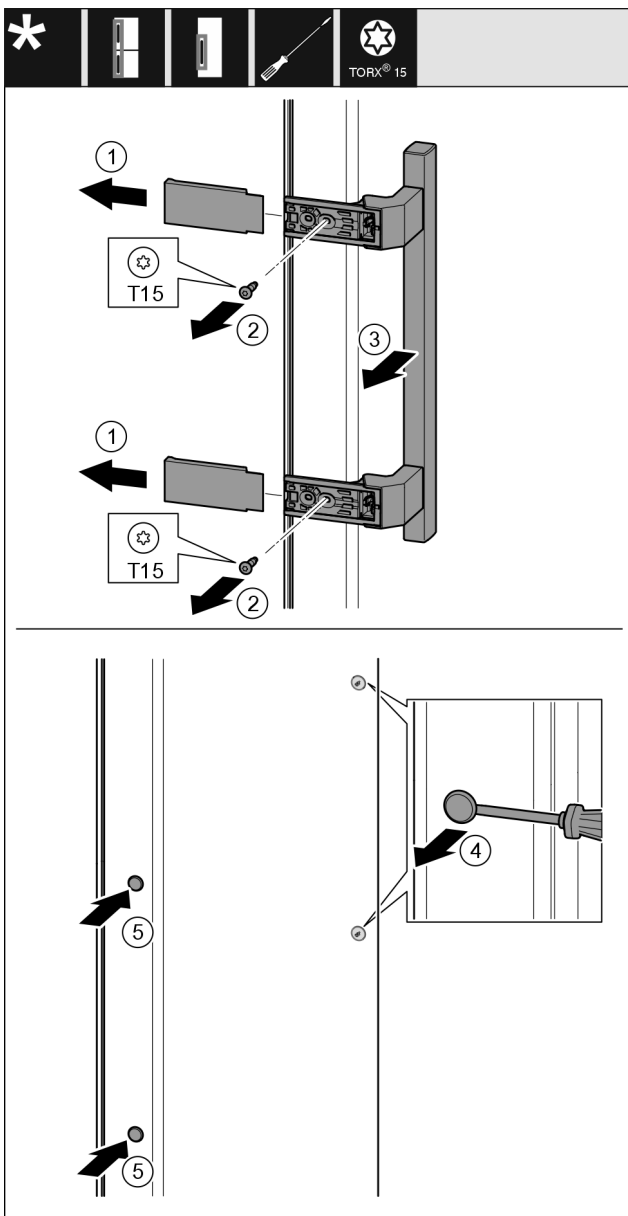

Fig. 33
- Izvucite poklopac Fig. 33 (1).
- Odvijačem odvrnite vijke Fig. 33 (2).
- Skinite ručku Fig. 33 (3).
- Odvijačem s ravnom glavom oprezno podignite bočni čep Fig. 33 (4) i izvucite ga.
- Ponovno umetnite čep Fig. 33 (5) na drugoj strani.